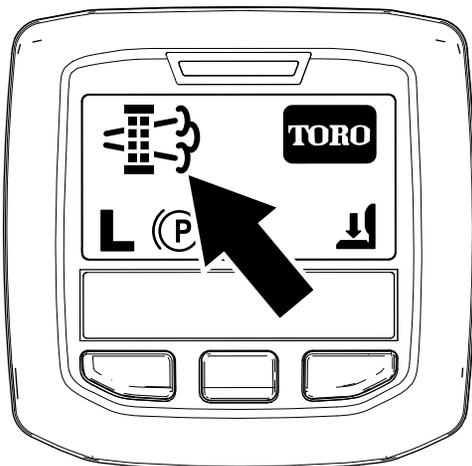

Figura 46
- Quando il computer del motore richiede una rigenerazione parcheggiata o una rigenerazione di recupero, nell'InfoCenter viene visualizzata l'icona della richiesta di rigenerazione (Figura 46).